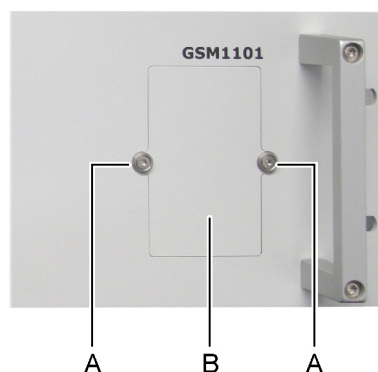

Abb. 7-23
- 1 Öffnen Sie die beiden Befestigungsschrauben (Pos. A in Abb. 7-23, 153) und entfernen Sie die Abdeckplatte (Pos. B in Abb. 7-23, 153) an der Vorderseite des GSM 1101